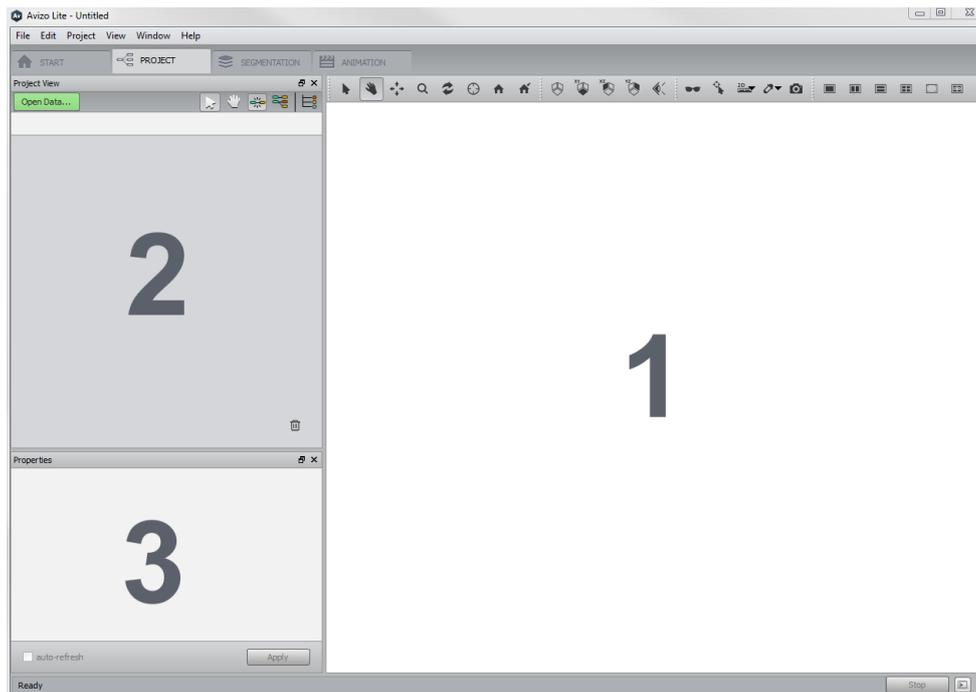

FIGURE 5 – Vue générale de l'environnement Project.
L'environnement Project se compose de plusieurs éléments : une fenêtre de visualisation 3D et sa barre d'outils (notée 1), une fenêtre Project View (2) et une fenêtre Properties (3), voir figure 5.